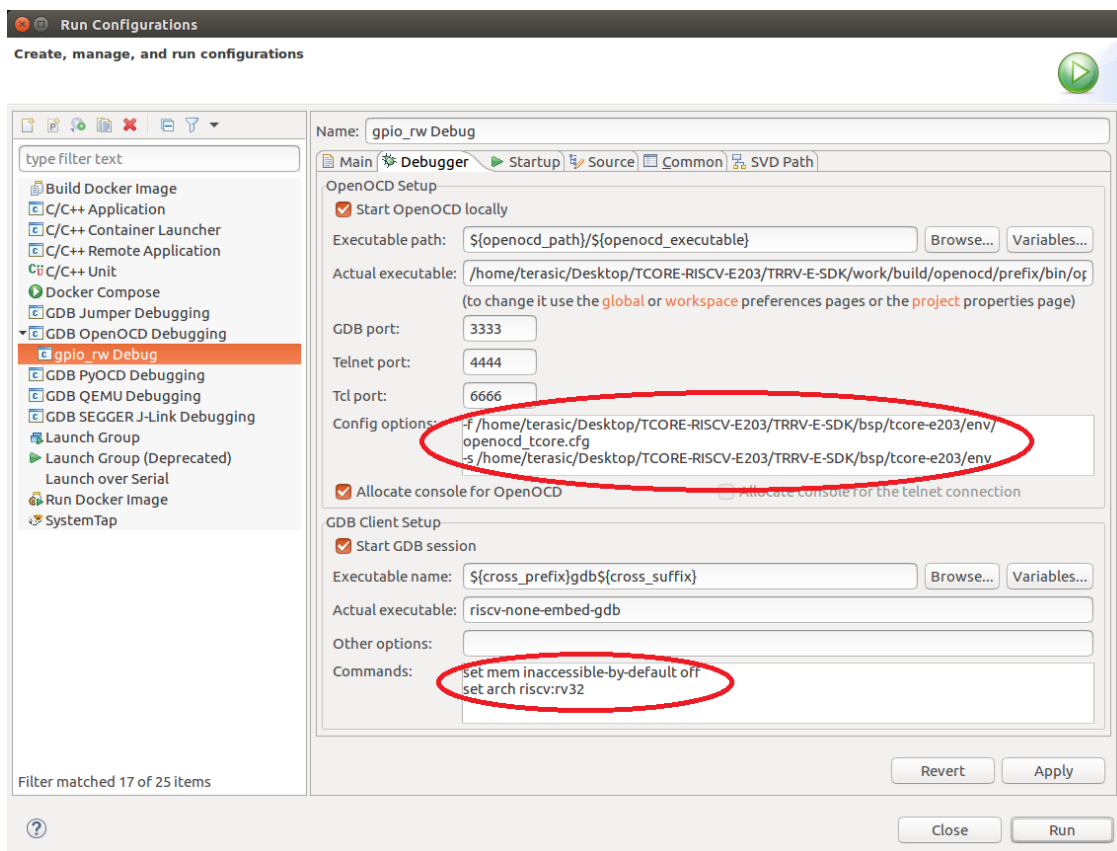

图4.3.16 运行配置
- 选中 `gpio_rw` 工程，右键点击 `Run As -> Run Configurations...`，双击 `GDB OpenOCD Debugging` 会出现如图 4.3.16 所示的 `gpio_rw Debug` 界面，在 `Config options` 中添加 `-f /home/terasic/Desktop/TCORE-RISCV-E203/TRRV-E-SDK/bsp/tcore-e203/env/openocd_tcore.cfg` 和 `-s /home/terasic/Desktop/TCORE-RISCV-E203/TRRV-E-SDK/bsp/tcore-e203/env/`，在 `Commands` 中添加 `set arch riscv:rv32`，点击 `Run` 运行 `gpio_rw` 工程。